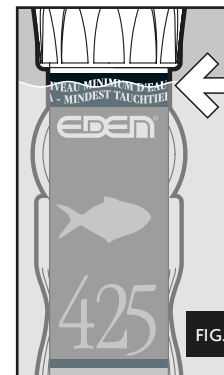

FIG. 1
- ♦ The heater must be submersed to at least the "MINIMUM WATER LEVEL" indication (fig. 1).
To obtain the best distribution of heat in the tank, place the heater inside the aquarium so that the water can circulate freely around the glass tube, with the heating element part at the bottom of the aquarium. Otherwise the thermostat cannot work correctly. The heater is fully submersible and for correct functioning it must be submersed at least till the "MINIMUM WATER LEVEL" mark (fig. 1).
- ♦ Le chauffage doit être immergé au minimum jusqu'à l'indication "NIVEAU MINIMUM DE L'EAU" (fig. 1).
- Le chauffe-eau est complètement submersible et pour fonctionner correctement il doit être immergé au moins jusqu'au repère "NIVEAU MINIMUM DE L'EAU" (fig. 1).